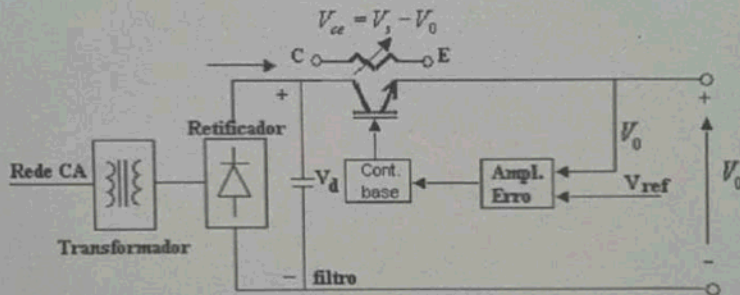

Figura 1 - Fonte de tensão linear controlada em malha fechada.
2. A Figura 1 mostra o diagrama esquemático de uma fonte de tensão linear operando em malha fechada. Com relação à fonte CC-CC apresentada pede-se (20 pontos):
- Com base na Figura 1 explique de forma detalhada o princípio de funcionamento do conversor C.C. (destacar durante a explicação a função de cada bloco);